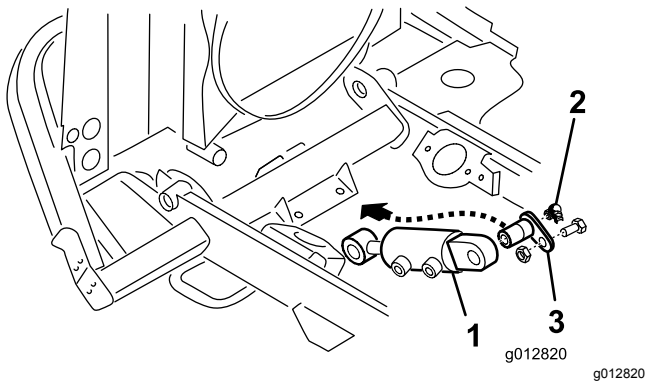

Bild 11
6. Befestigen Sie das stationäre Ende des Hydraulikzylinders mit einem Lagerbolzen an der Unterseite der Halterung für die Rahmenquerstrebe (Bild 11).
7. Führen Sie einen Schmiernippel in das Ende des Lagerbolzens ein (Bild Bild 11).